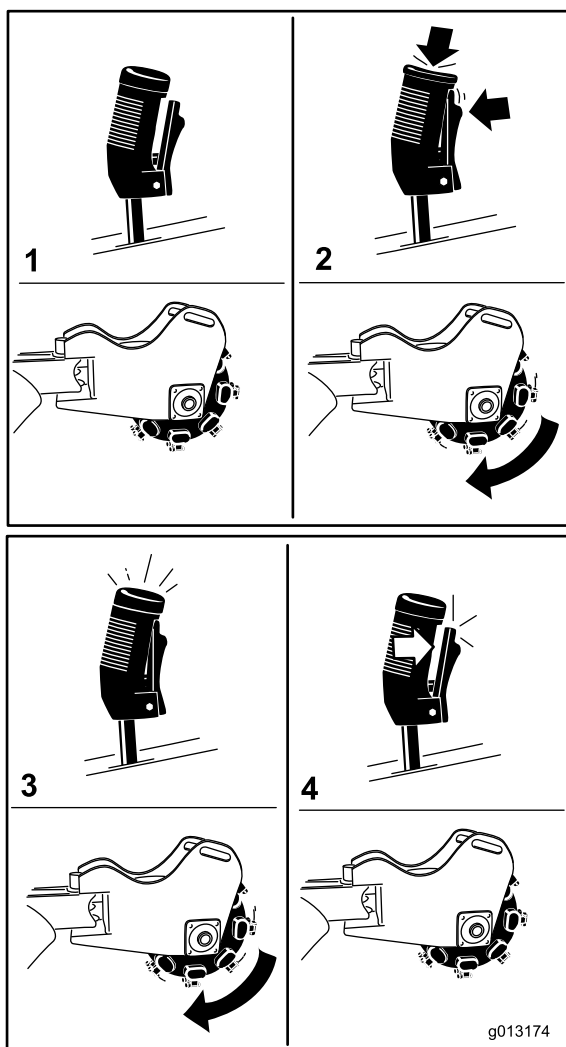

Figura 12
- Para poner en marcha la destocadora (Figura 12), apriete el gatillo y, a continuación, pulse el botón rojo en la parte superior de la palanca. Cuando la destocadora haya arrancado, puede soltar el botón rojo.
- Para detener la destocadora (Figura 12), suelte el gatillo durante más de medio segundo.